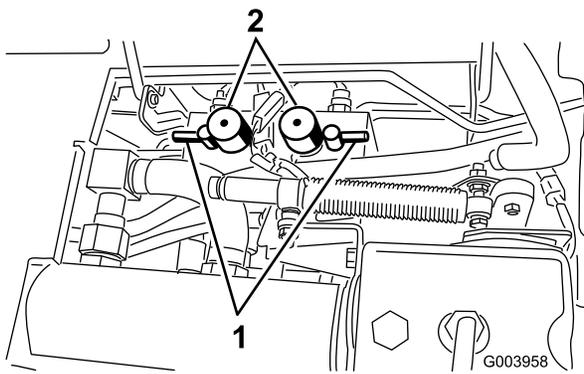

Bild 84
5. Stellen Sie beide Bedienelemente für die Spindeldrehzahl auf die Stellung 1 (Bild 84).
6. Wählen Sie entweder die vorderen, hinteren oder beide Läpphebel, um zu bestimmen, welche Spindeln geschärft werden (Bild 84).